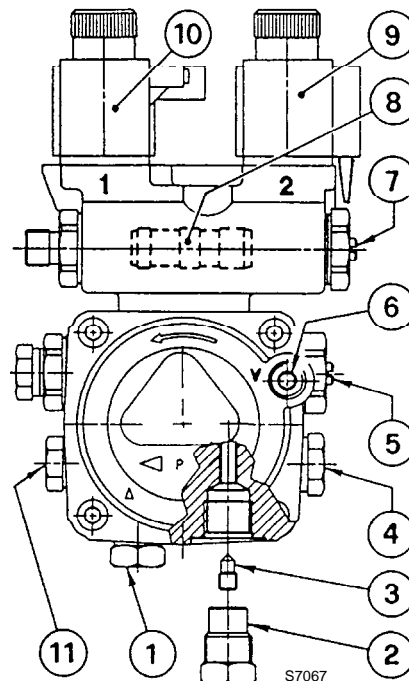

Abb. 8
- Die Pumpe ist werksseitig für den Zweirohr-Betrieb eingerichtet. Wird ein Pumpen-Einrohrbetrieb für notwendig erachtet, so ist die Rücklauf-Schlauchleitungsmutter (2) zu lösen und die By-Pass Schraube (3) zu entfernen. Danach ist die Rücklauf-Schlauchleitungsmutter wieder anzuschließen. (Siehe Abb. 8).
Bei der in Abb. 7 dargestellten Anlage ist es ausreichend, wenn man den Vakuummeteranschluß (6, Abb. 8) lockert und das Austreten des Brennstoffes abwartet.